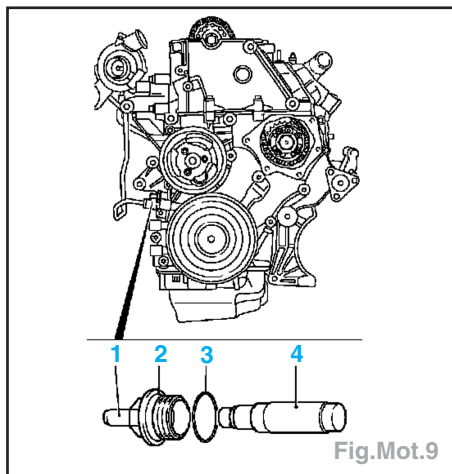

Fig.Mot.9
- Placer le tendeur de chaîne double (4) dans le carter de distribution, reposer le bouchon fileté de fermeture (2) avec une bague d'étanchéité neuve (3) et serrer au couple de **6,0 da.Nm** (Fig.Mot.9).